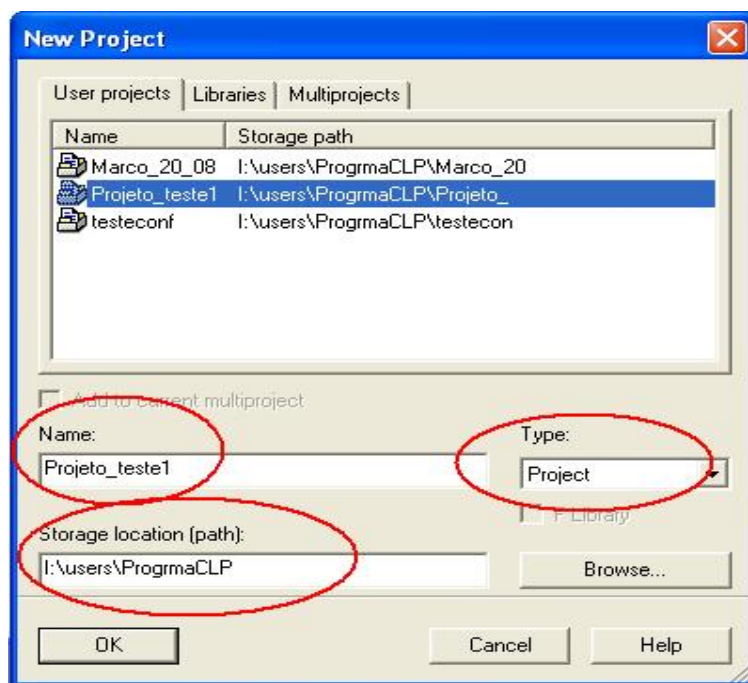

Figura 1.2: Criação de um projeto no SIMATIC manager.
- Selecione o nome, o tipo e o local onde será salvo o projeto (recomenda-se salvar todos os projetos na pasta - J:\users\ProgrmaCLP), como ilustrado na figura 1.2. Feito isso clique em OK.